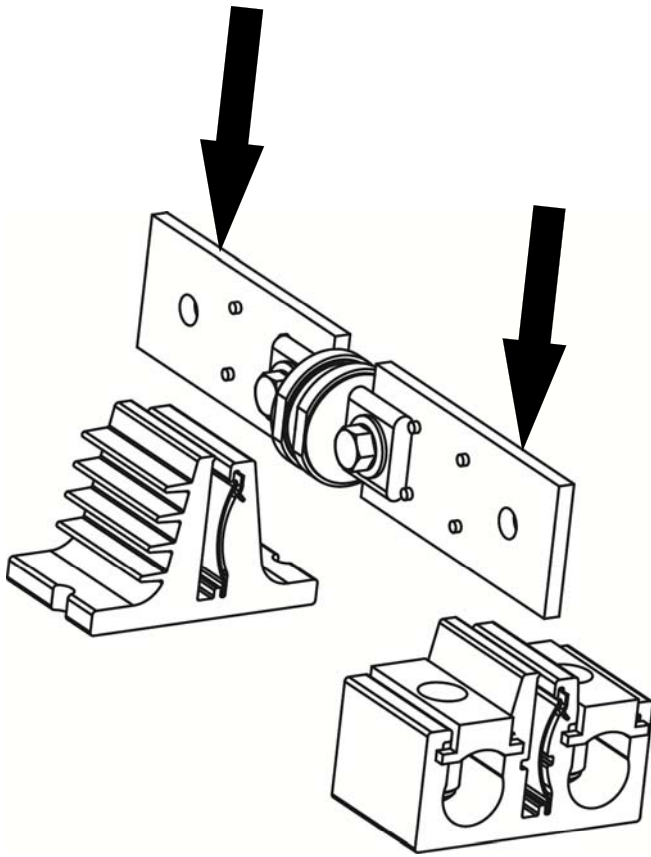

Fig. 3
3. Aligner l'ensemble de fusible « T » au-dessus des ensembles de mâchoire, tel qu'illustré à la Fig. 3.